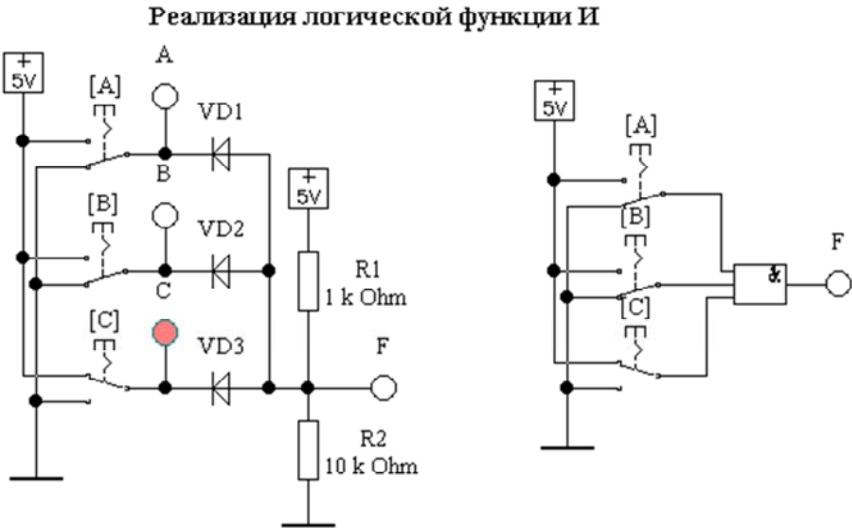

Рис. 11.1. Реализация логической функции И (файл **dl_and.ewb**)
1. Реализовать логические функции И и ИЛИ (файлы **dl_and.ewb**, **dl_or.ewb**, рис. 11.1, 11.2). С помощью ключей (управляются клавишами «А», «В», «С») подать на вход схем различные комбинации переменных *A*, *B*, *C*. Проверить выполнение таблицы истинности, приведенной в окне *Description*.